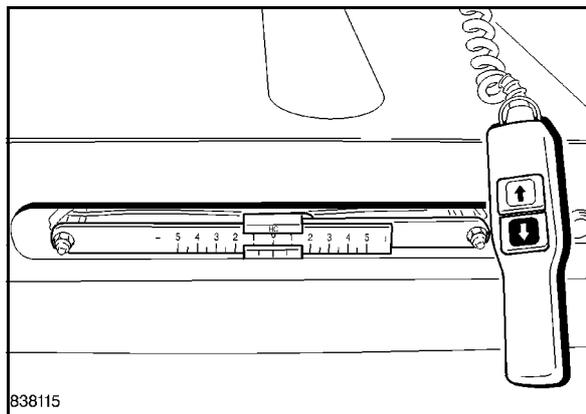

Fig. 92
- Impostare, se necessario, il profilo trasversale di stesa (Fig. 92).